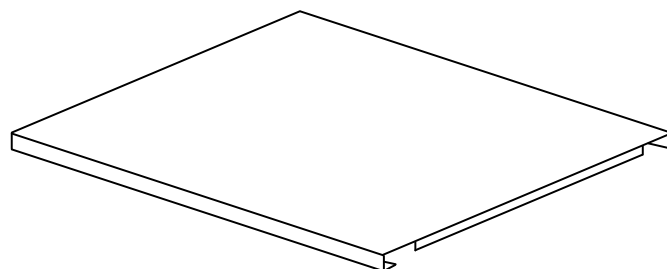

Рис. 3
**Съемная полка.** В отличие от нижней полки она не имеет выреза на фасаде (рис.3)